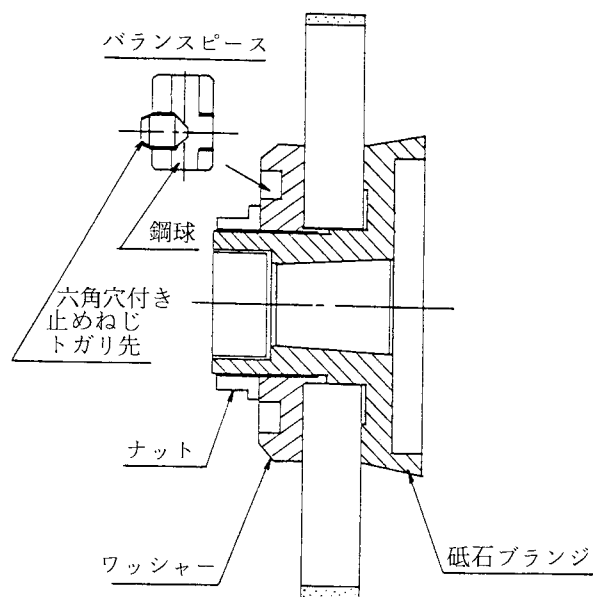

図1-9
### (1) 砥石フランジの取付け (図1-9)
- ① 取付け部を丁寧に清掃する。
- ② 次の順序で取り付ける。